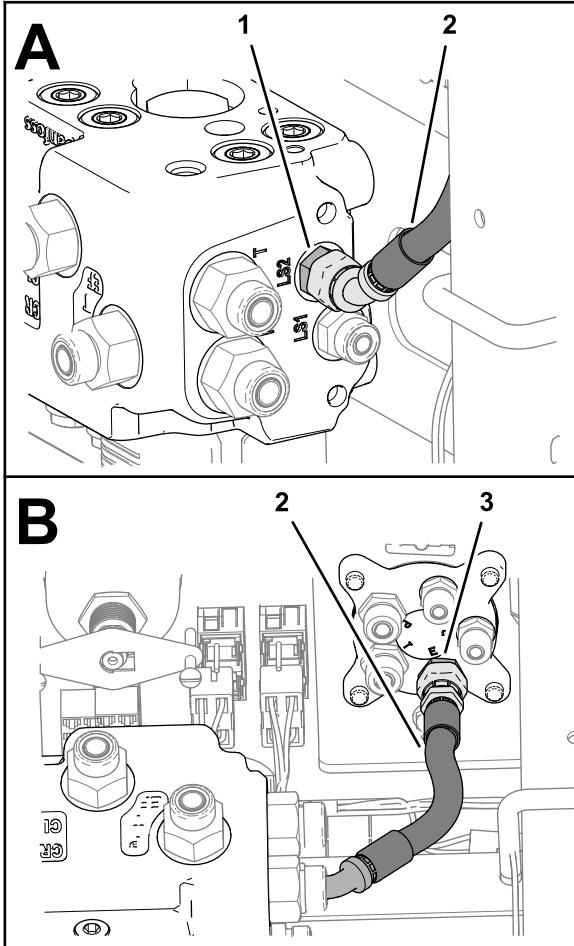

図 113
- ホース 6 x 203 mm の 45° 継手を EHI ステアリングバルブのポート LS2 継手に取り付けます (図 113)。
- ポート LS2 継手 EHI ステアリングバルブのポート LS2 継手に取り付けます (図 113)。
- ホース 6 x 203 mm のストレート 継手をステアリングバルブのポート E 継手に取り付け、両方のホース 継手を締め付けます (図 113)。